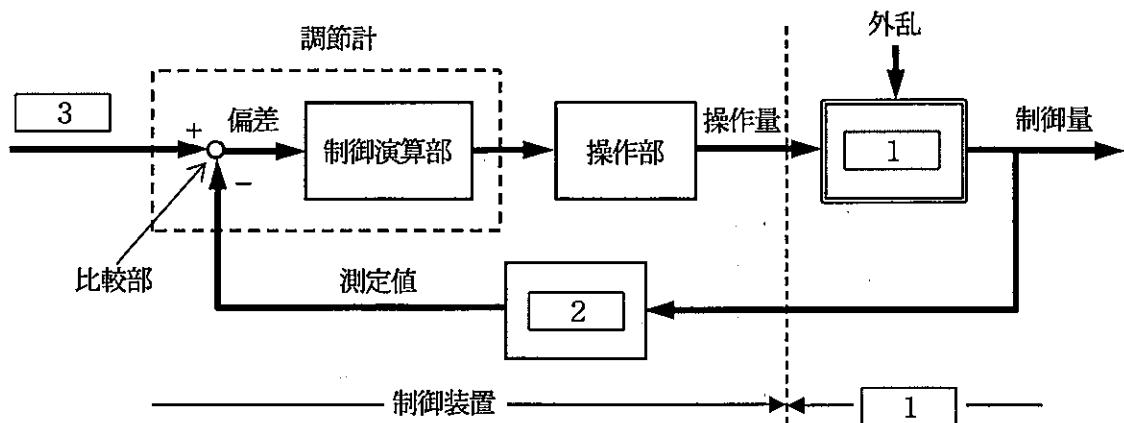

図 1
(1) 制御系の構成を図 1 に示す。制御系は、「制御のために [ 1 ] に制御装置を結合して構成された系」であり、制御装置は、「[ 2 ]、比較部、制御演算部、操作部からなり、操作量を生成する装置」である。調節計は、入力として [ 3 ] と測定値を受けて偏差をつくり、制御演算部において PID 演算処理等を行う。この結果は、電子式の場合は [ 4 ] の電流、空気式の場合は 20 ~ 100 kPa の圧力として出力し、操作部を駆動するのが一般的である。